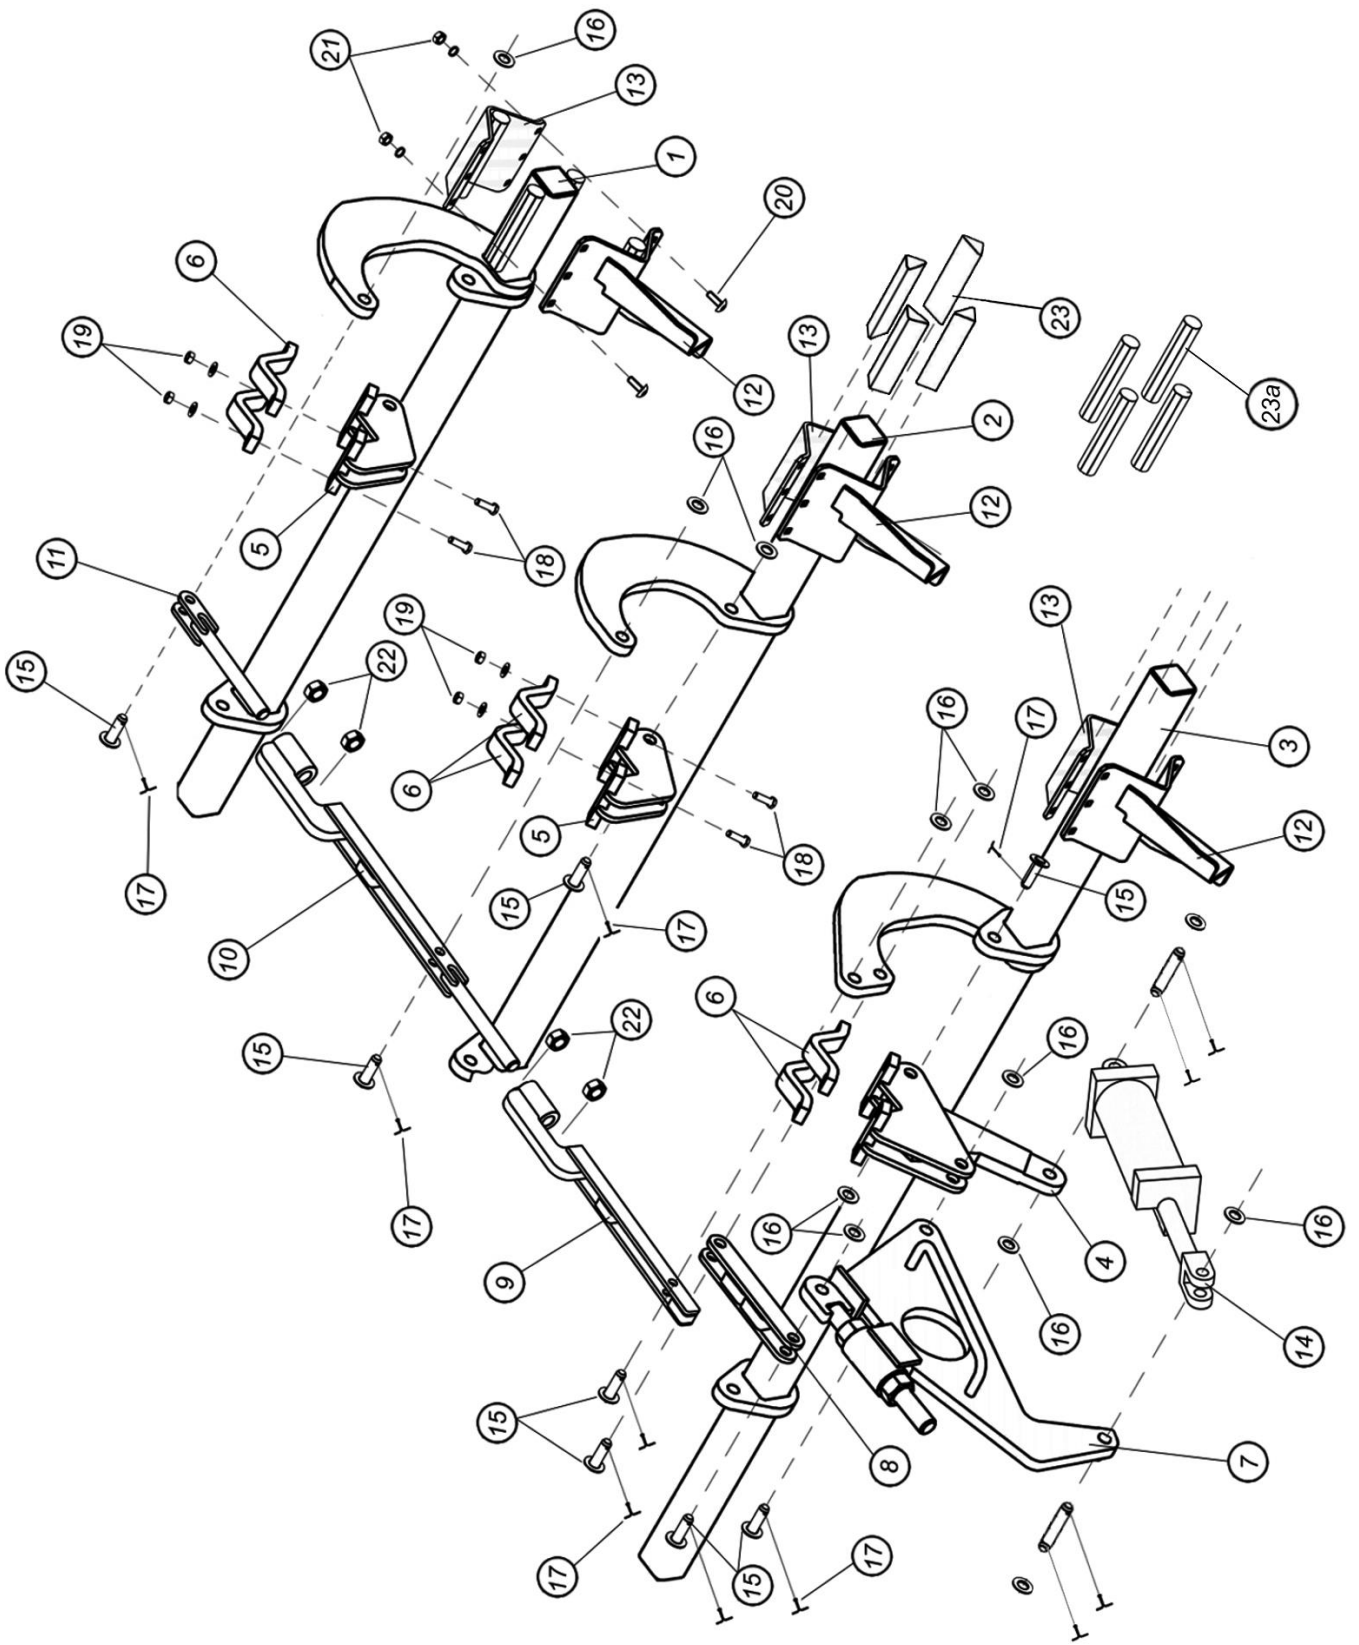

Рис.7.1.6. Механизм сошников
7.1.6. Механизм сошников (рис.7.1.6)